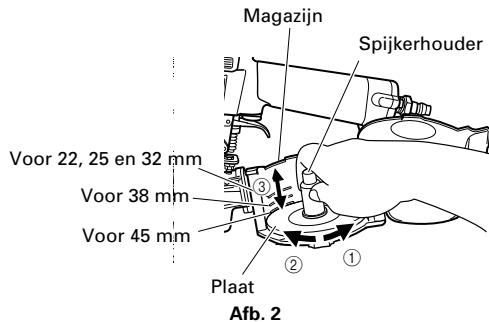

Afb. 1
- (1) Pak de spijkergeleider en de knop met uw vingers vast. Druk de knop in en draai de spijkergeleider open. Open nu het magazijn. (**Afb. 1**)